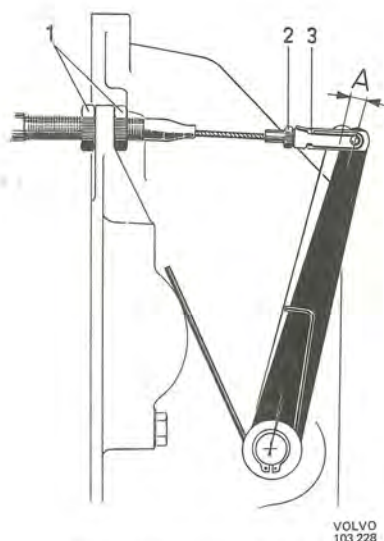

Bild 3. Urkopplingshävarens spel
Rätt spel för kopplingspedalen erhålles genom att justera urkopplingshävaren så att den på vänsterstyrda vagnar får ett spel (A bild 3) av 4–5 mm. Spelet justeras genom att gaffeln (3) på kopplingsvajern skruvas ut eller in. Om inte denna justering räcker, t.ex. på grund av byte av kopplingsvajer flyttas höljets infästning i kopplingskåpan med muttrarna (1).